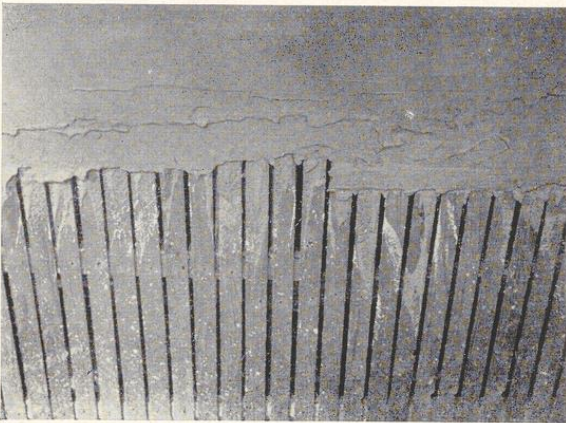

Bild 160. Deckenputz auf Gipslättchen, Putzweise im Saargebiet
**Deckenputz auf Gipslätchen (saarländ. Arbeitsweise) Bild 160**